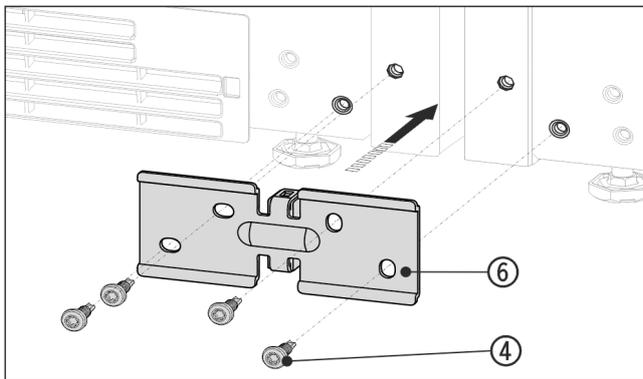

Fig. 18 例图
- ▶ 使用间隔垫片将角 Fig. 18 (6) 推入设备之间，并使用四颗螺栓 Fig. 18 (4) 旋松。